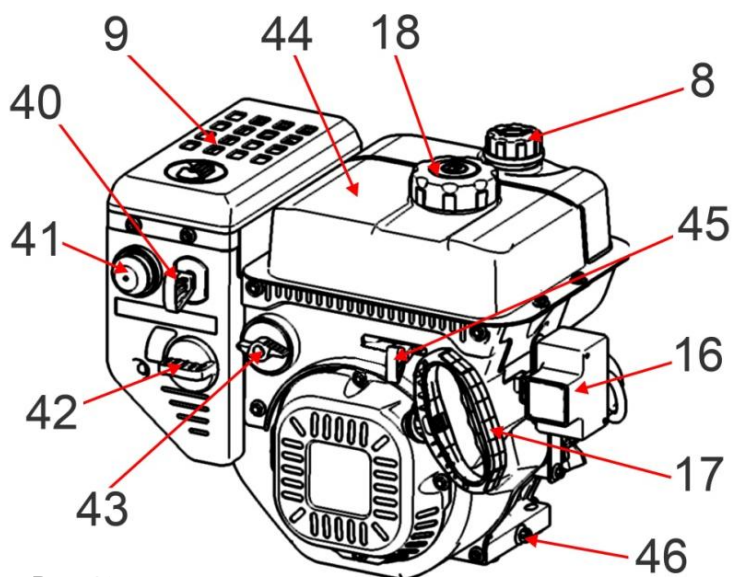

Рис. 12
- Открутите крышку (8). Крышка имеет встроенный щуп уровня масла.
- Снова выньте щуп – и на нем останется метка уровня масла. Если уровень масла меньше нижней линии (L) на щупе, долейте масло до отметки МАКСИМУМ (символ «Н») на щупе.
- Для слива отработанного масла, очистите поверхность около сливной пробки (46)(См. Рис.12).
Органы управления двигателя (См. Рис.12)
- Установите рычаг крана подачи топлива (43)(См. Рис.12) в положение «Открыто» (ON).
- Поставьте рычаг привода воздушной заслонки (42)(См. Рис. 12) в следующее положение:
- Установите рычаг управления оборотами двигателя (дроссельной заслонки)(45)(См. Рис.12) в максимальное положение «Заяц» (влево).
- Нажмите несколько раз на «праймер» (кнопка ручной подачи топлива) (41)(См. Рис.12), что бы накачать топливо в камеру сгорания карбюратора.
- Для электрического запуска «с ключа», вставьте ключ в замок электростартера (16)(См. Рис.12; 13).
- «**ВКЛ**» (ON). Зажигание включено. Двигатель можно запускать ручным стартером.
- 4.3.1. Откройте топливный кран (43)(См. Рис.12).
- 4.3.2. Закройте воздушную заслонку карбюратора (42)(См. Рис.12).
- После запуска двигателя полностью откройте воздушную заслонку карбюратора (42)(См. Рис.12).
- Установите рычаг управления оборотами двигателя (дроссельной заслонки) (45)(См. Рис.12) в положение «Черепаша» (вправо).
- Установите кран подачи топлива (43)(См. Рис.12) в положение «ВЫКЛ» (OFF).
- Если выбранной мощности недостаточно, можно увеличить число оборотов двигателя, установив привод дросселя (45)(См. Рис.12) в положение «Заяц» (влево). Увеличение оборотов двигателя так же прибавит производительности и силу выброса снега из желоба снегоотвода.